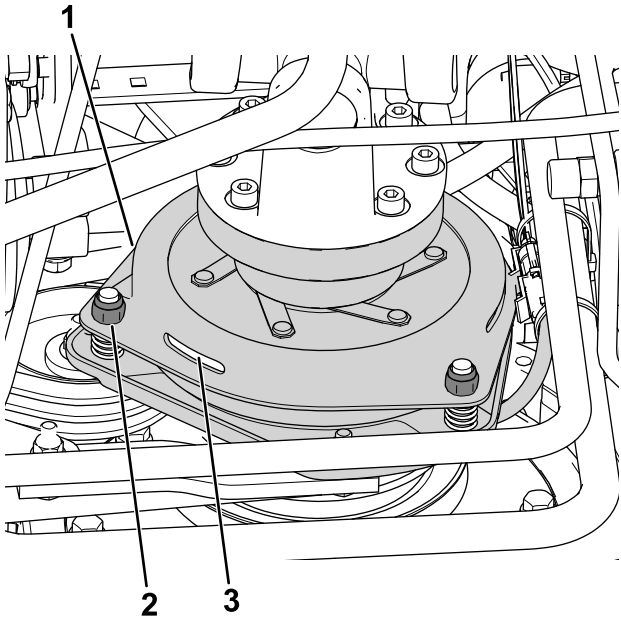

图 80
- 3. 调整气隙使 0.3mm 的测隙规可以在离合器衬片与摩擦片之间以较轻的压力滑动图 80。
注意 顺时针旋转调节螺母可缩小气隙图 80。最大维护气隙为 0.6mm。将所有 3 个气隙均调节至 0.4mm。